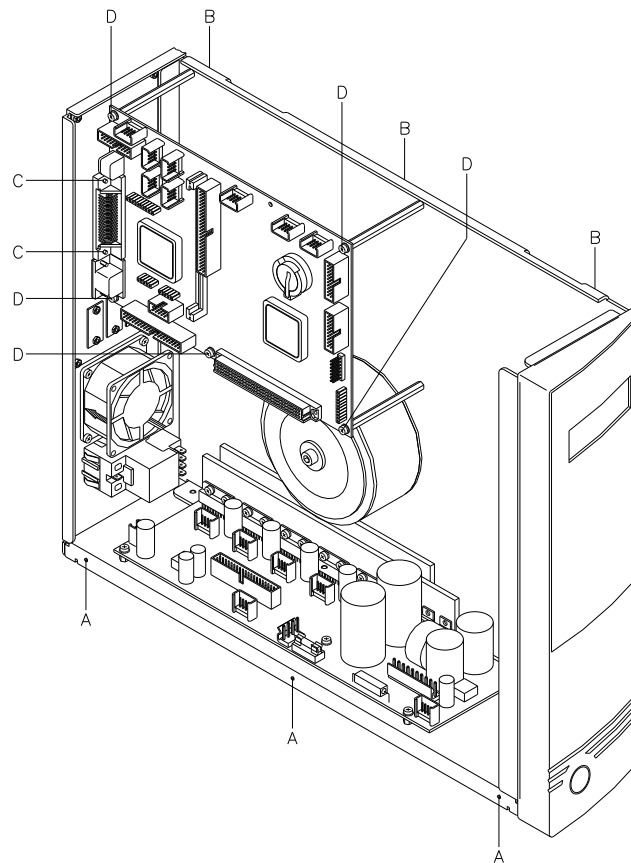

Abbildung 11
2. Mit den 5 Befestigungsschrauben (D, Abbildung 11) die Leiterplatte befestigen.
3. Die 2 Befestigungsschrauben (C, Abbildung 11) der Centronics Schnittstelle eindrehen.
6. Linken Gerätedeckel mit Schrauben (A + B, Abbildung 11) wieder montieren.